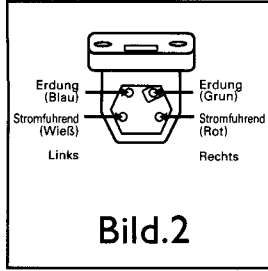

Bild.2
(2) Anschlüsse. Die Kontaktstifte sind nach internationaler Norm farbig kodiert. Verbinden Sie die vier Leitungen am Tonabnehmerarm mit den entsprechenden Stiften am Tonabnehmer (siehe Bild 2).